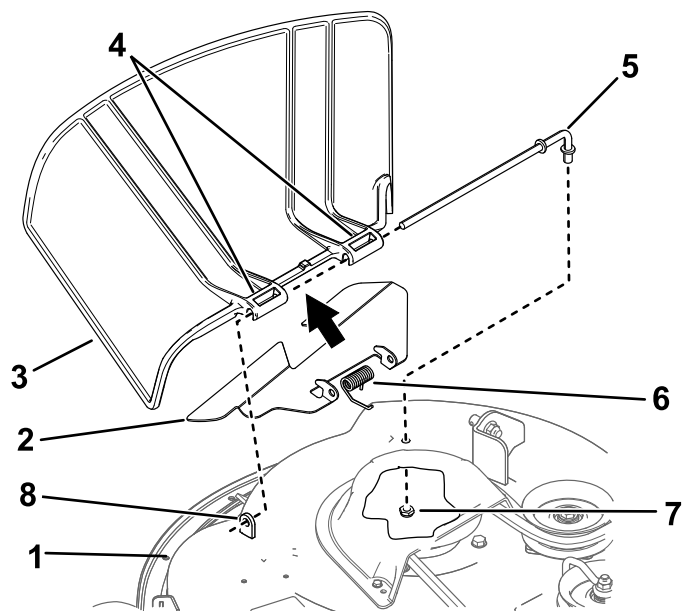

Рисунок 74
1. Отверните гайку ($\frac{3}{8}$ дюйма) со стержня из-под нижней части газонокосилки (Рисунок 74).
2. Выдвиньте стержень из короткой проушины, пружины и отражателя травы (Рисунок 74).
4. Установите новый отражатель травы (Рисунок 74).
7. Проденьте стержень через второй шарнир отражателя травы (Рисунок 74).
9. Прикрепите задний конец стержня к газонокосилке с помощью гайки (3/8 дюйма), как показано на Рисунок 74.